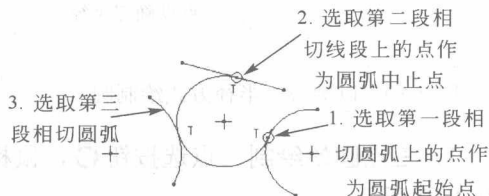

图 2-18 相切圆弧的绘制
(4) **相切圆弧的绘制** 点选按钮 ，鼠标左键分别选取三段圆弧或直线即可，绘制好的圆弧与选取的三段圆弧或直线同时相切。如图 2-18 所示。